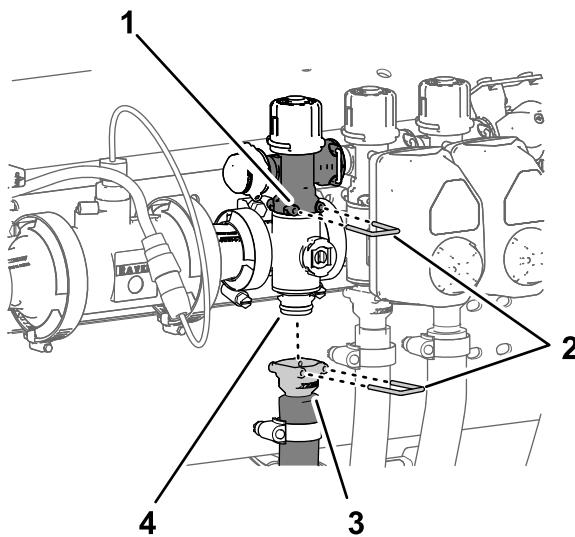

Bild 110
1. Entfernen Sie den Schnellkupplungsstift, mit dem die Schnellkupplung für das Abschnittssicherheitsventil am Abschnittsverteilerventil befestigt ist (Bild 110).
2. Entfernen Sie den Schnellkupplungsstift, mit dem die Schnellkupplung für den Abschnittzulaufschlauch am Verteiler für das Schnellkupplungsanschlussstück des Abschnittverteilerventils befestigt ist (Bild 110).